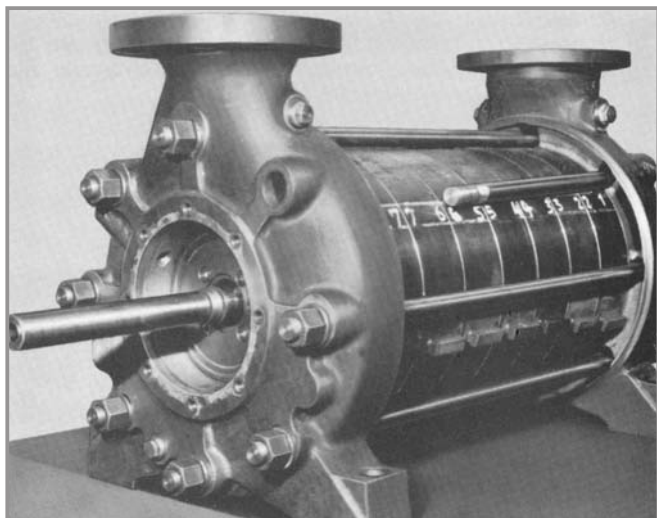

Fig. 66 - Marcação das peças e desmontagem dos tirantes
14. Soltar as porcas (920.4) e desmontar os tirantes (905) (vide Fig. 66).
15. Calçar com madeira a região inferior dos corpos de estágio (108) para evitar pancadas e esforços no eixo.
16. Passar dois tirantes e cordas no corpo de recalque (107) para facilitar a desmontagem e evitar pancadas no eixo.